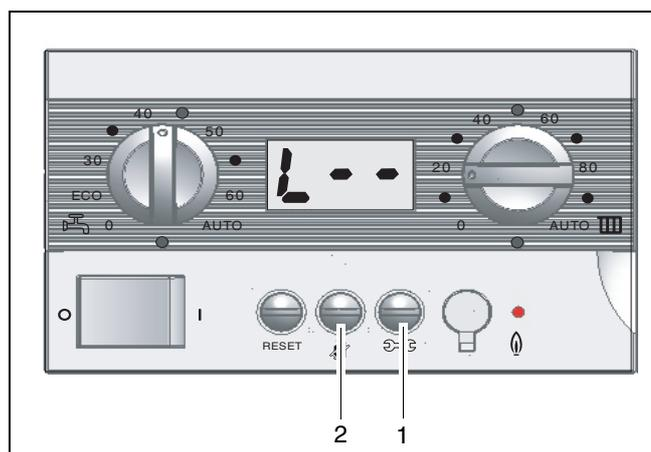

Abb. 24 Maximale Heizleistung
- Taste "Schornsteinfeger" und Taste "Service" gleichzeitig betätigen (Abb. 24, Pos. 2 und 1), bis "L—" angezeigt wird.
- Tasten "Schornsteinfeger" und "Service" (Abb. 24, Pos. 2 und 1) gleichzeitig betätigen, bis "L—" im Display erscheint.
- Einstellung durch zweimaliges Drücken der Taste "Service" betätigt (Abb. 24, Pos. 1).